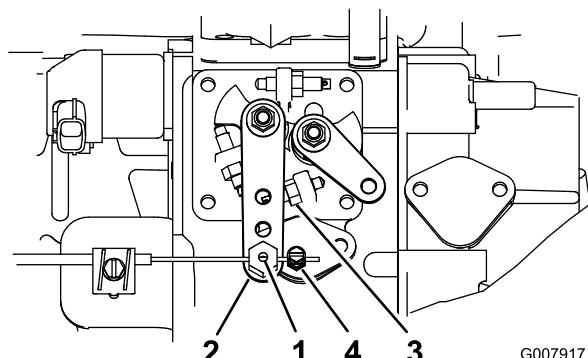

Figura 62
2. Afloje el conector del cable del acelerador, en el cable del acelerador, junto a la palanca de la bomba de inyección (Figura 62).
3. Sujete la palanca de la bomba de inyección contra el tope de ralentí alto (Figura 62).